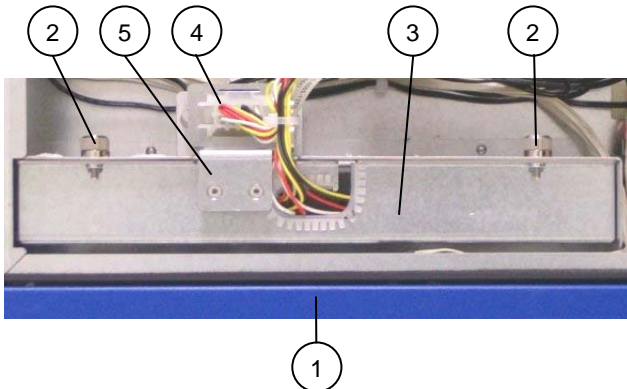
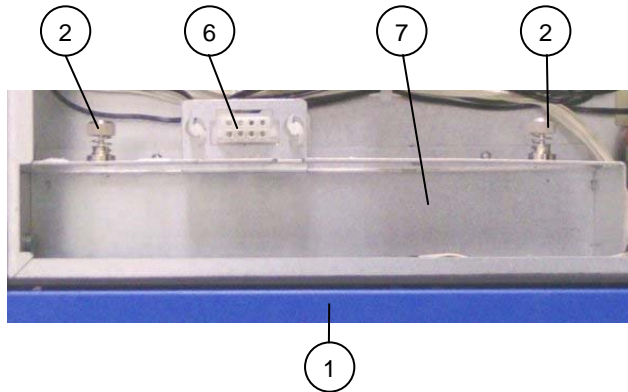
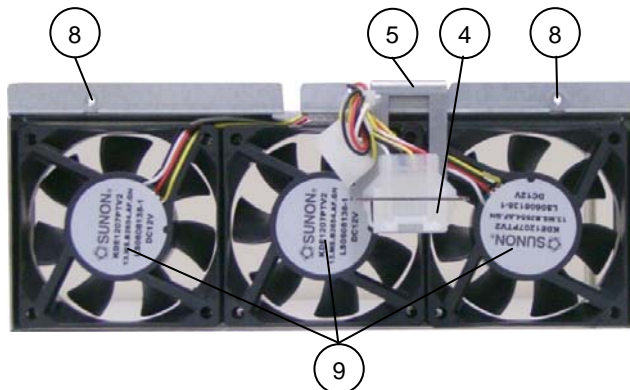

Abb. 19: KISS 2U Short – Detail des Lüftereinschubs im Systemgehäuse
Abb. 20: Lüfterfach des KISS 2U Short ohne Lüftereinschub
Abb. 21: Lüftereinschub des KISS 2U Short - Steckerseite
2. Lösen Sie die Rändelschrauben (Abb. 19, Pos. 2) und ziehen Sie den Lüftereinschub am Griff (Abb. 19, Abb. 21, Pos. 5) nach oben aus dem Lüfterfach (Abb. 20, Pos. 7).
Legende für Abb. 19, Abb. 20 und Abb. 21:
4. Ziehen Sie die Rändelschrauben (Abb. 19, Pos. 2) wieder an.